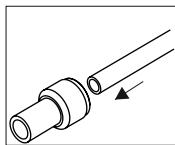

Рис. 4
- 1) Всузнуть шланг в быстроразъемное соединение (правильно установленный шланг углубляется в быстроразъемное соединение на 1,5 см) (рис. 4).